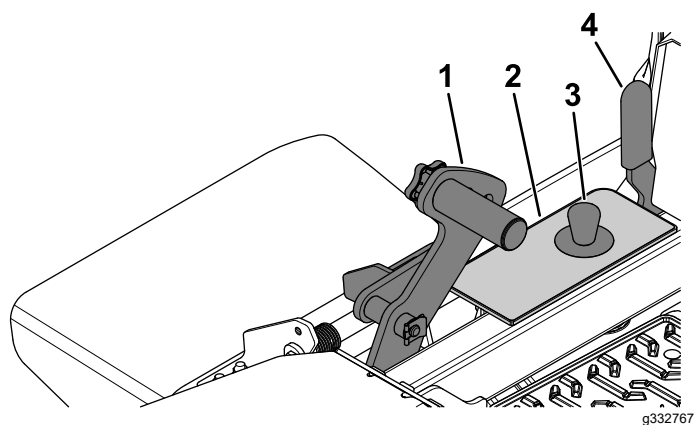

Рисунок 30
1. Нажмите педаль подъема деки до упора вперед, чтобы заблокировать деку газонокосилки в **ТРАНСПОРТНОМ** положении (также соответствующем положению высоты скашивания 140 мм), как показано на Рисунок 30.
2. Для регулировки положения извлеките штифт из кронштейна регулировки высоты скашивания (Рисунок 30).
3. Выберите отверстие в кронштейне высоты скашивания, соответствующее требуемой высоте скашивания, и вставьте штифт (Рисунок 30).